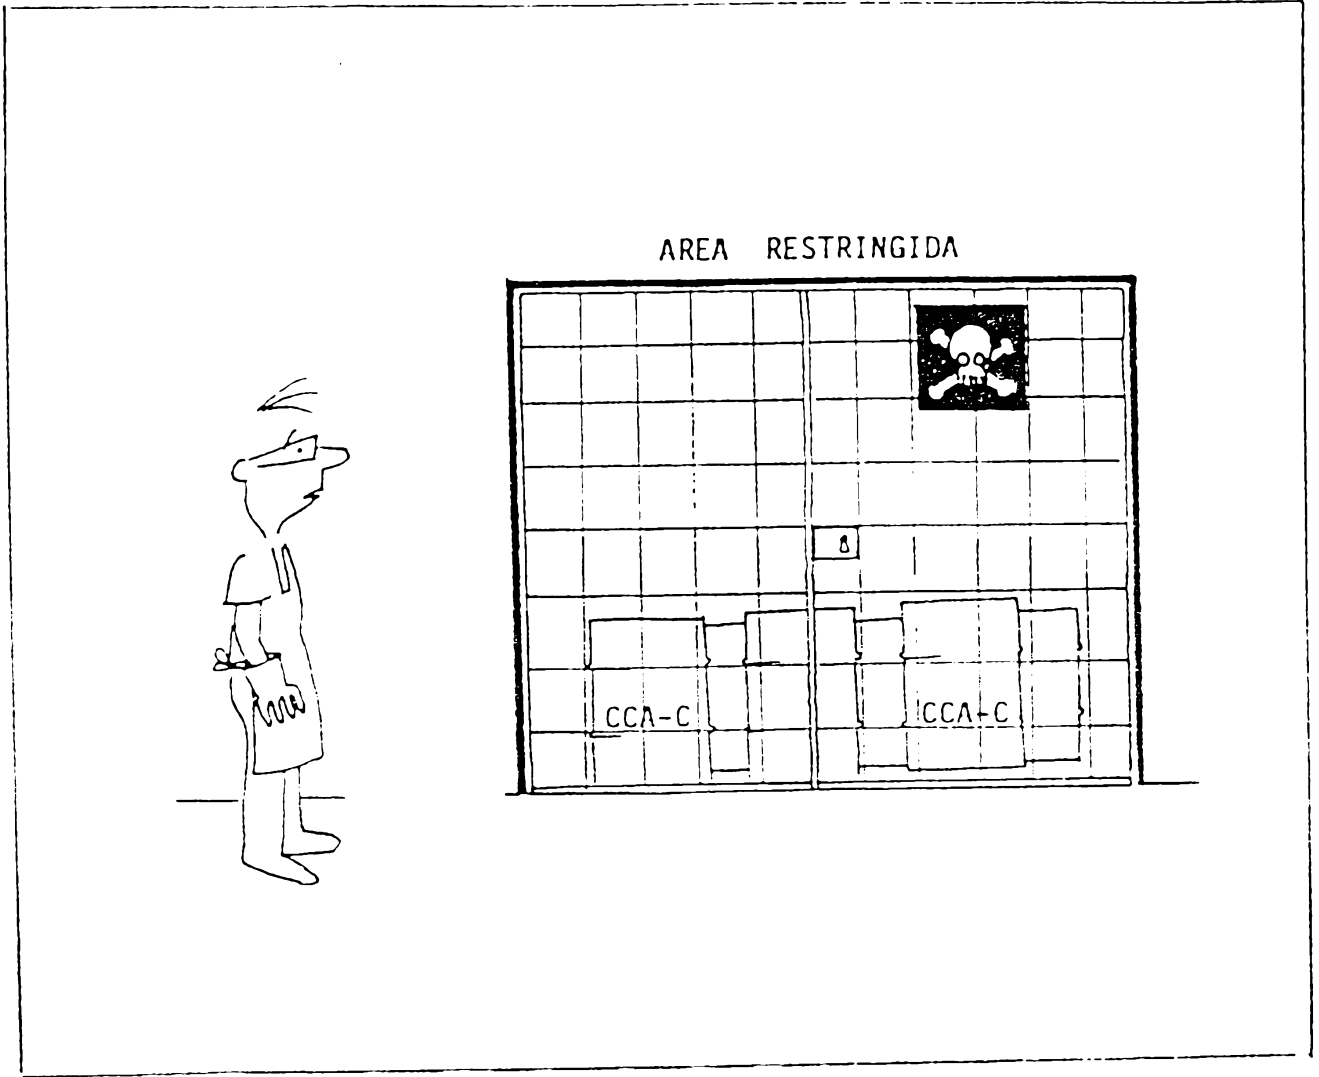

FIG. 12
El acceso a las áreas de almacenamiento debe estar restringido a personal autorizado (FIG: 12).
- Si hubiera derrames en el laboratorio secar con huaípe ligeramente humedecido, material que debe ser eliminado con las mismas precauciones del punto 6.4.1 (FIG. 12).